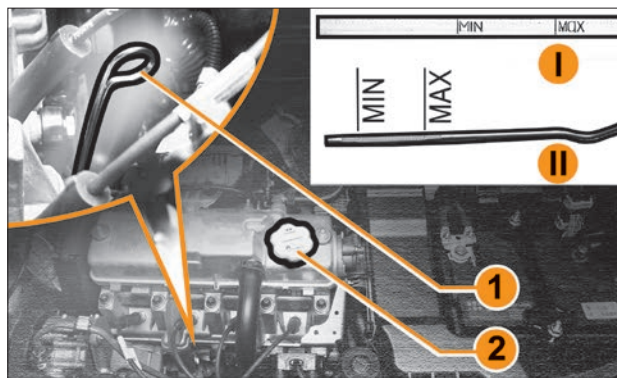

Рис. 6.3.1. Масляный щуп двигателя (в варианном исполнении)
- Извлеките и вытрите мерный масляный щуп **1** (рис. 6.3.1) чистой ветошью. Вариант **I** – 8-клапанный двигатель, вариант **II** – 16-клапанный двигатель.